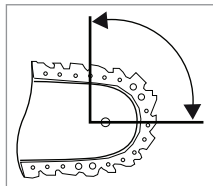

Abb. 1
- Eine Berührung mit der Schienenspitze kann in manchen Fällen zu einer unerwarteten, nach hinten gerichteten Reaktion führen, bei der das Schwert 35 nach oben und in Richtung der Bedienperson geschlagen wird (siehe Abb. 1).